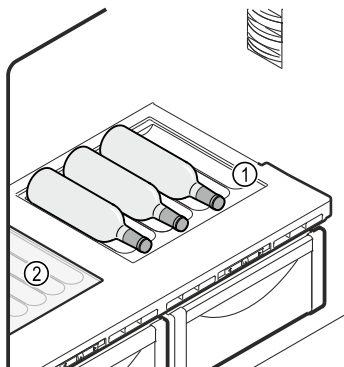

Fig. 57 Reprezentare exemplificatoare
- Ridicați în față și extrageți o placă de sticlă sau ambele plăci de sticlă (1) din degajare.
- Așezați placa de sticlă în poziție de lucru Fig. 57 (2) sub raftul variabil pentru sticle.